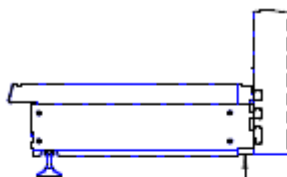

Abb.2
- Führen Sie die Zähne der Seitenwand in die Nuten der Zahnstange ein (Abb.2).